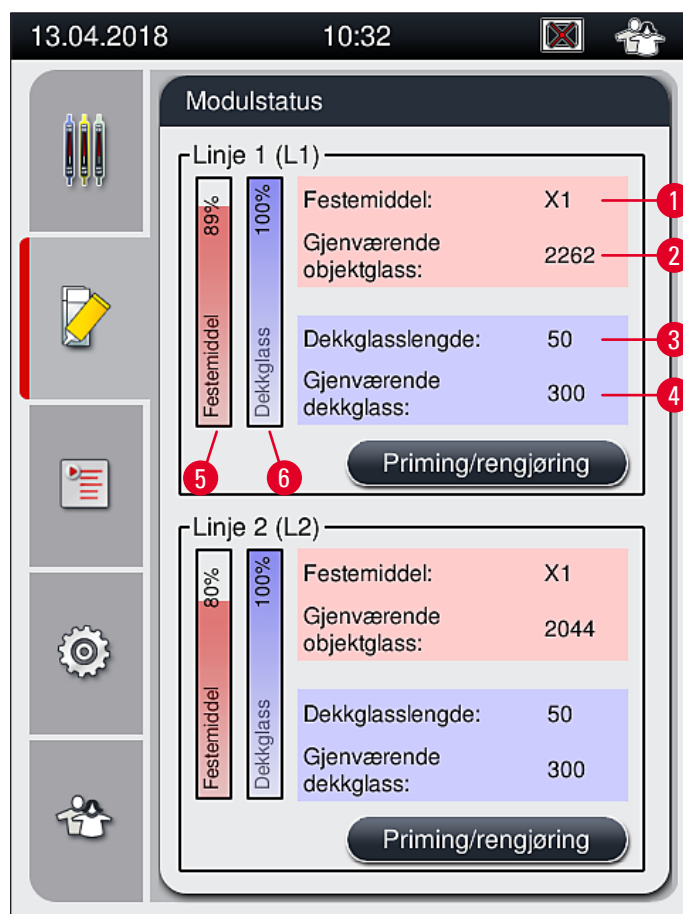

Fig. 22
7. Festemiddelflaskene som settes inn, detekteres av instrumentprogramvaren, og **modulstatusen** (→ Fig. 22) oppdateres.